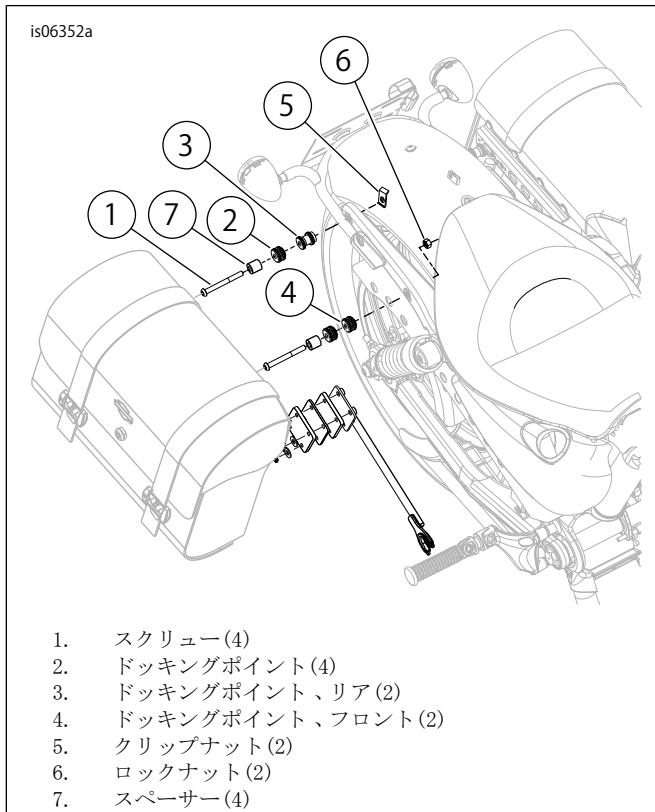

図2. ドッキングハードウェアの積み重ね
1. 「図2」を参照。キットからスクリュー(1)、フロントドッキングポイント(4)、スペーサー(7)、および以前取り外したロックナット(6)を取り出す。ドッキングポイント片端の小径のカラーに注意してください。追加のデータチャプルキットが付属するバイクの場合:フロント、リアとも、取り付けの際には、ドッキングポイント(2)をスペーサー(7)の代わりに使います。